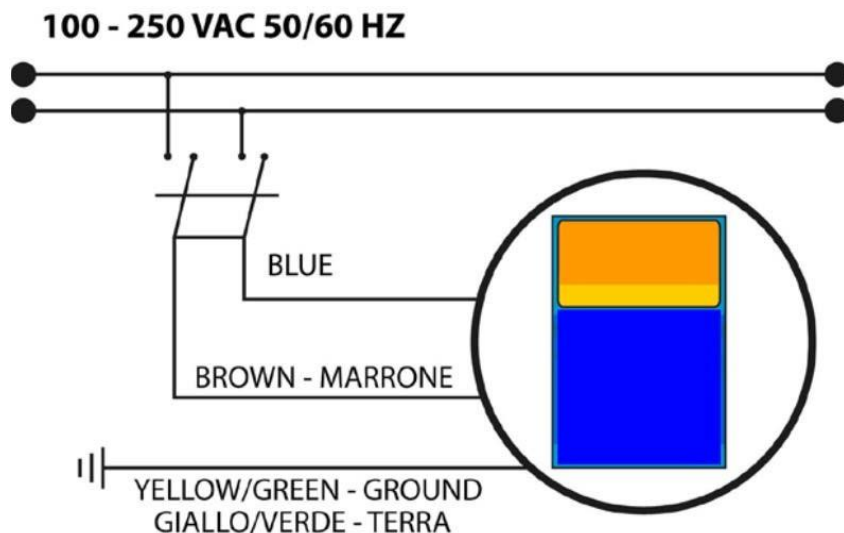

Рис. 2 – Електричні підключення
- Відключіть Пiни від електричної розетки або вимкніть електроживлення двополюсним вимикачем з мінімальним відстанню між контактами 3 мм (Рис. 2)
Увага! При цьому перед проведенням будь-яких робіт з приладом, переконайтеся, що вимикач розімкнений (Рис. 2).